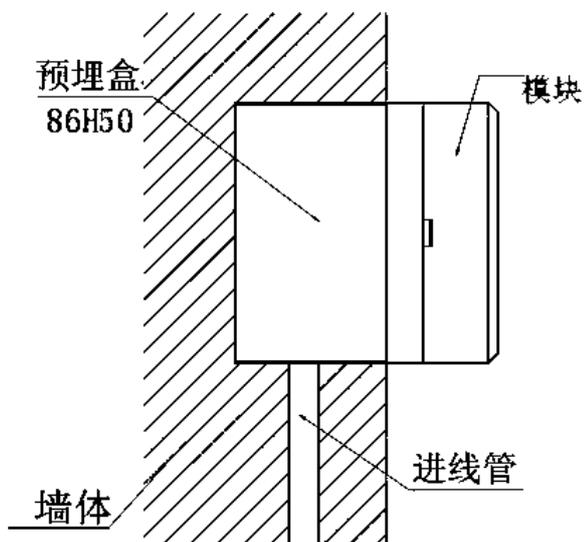
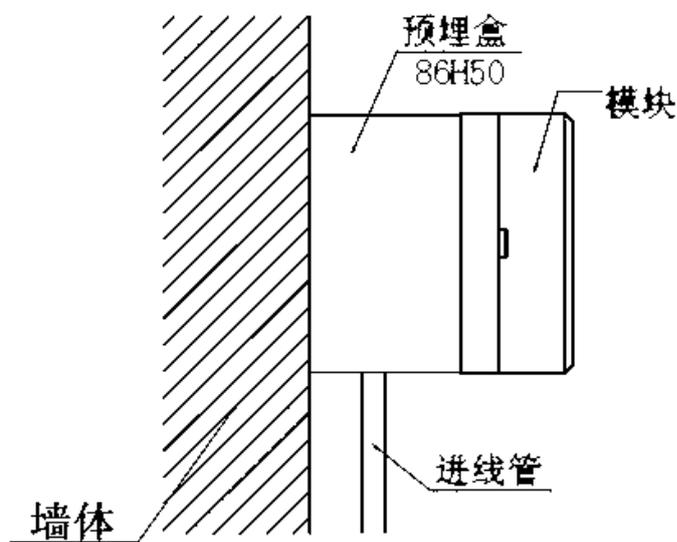

图3 布线管暗装示意图
图4 布线管明装示意图
2. 模块可采用布线管暗装方式或布线管明装方式。如图3、图4所示